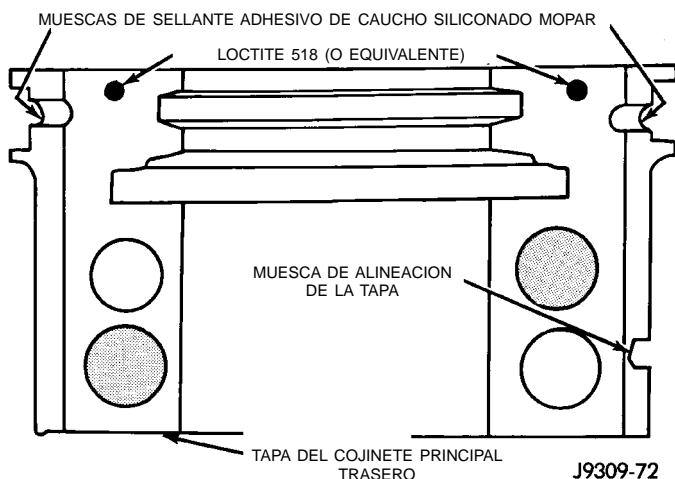
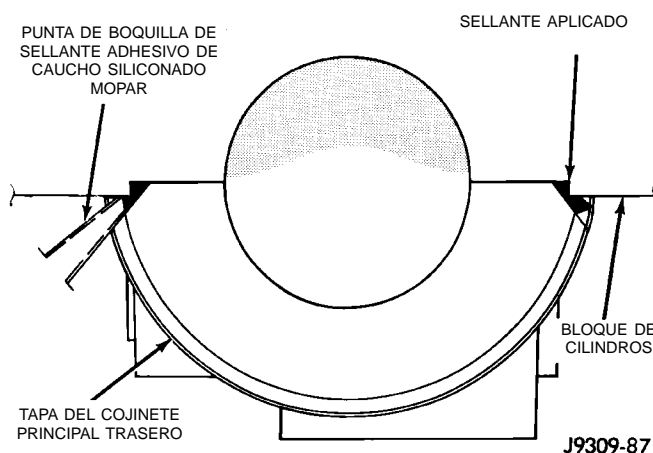

Fig. 45 Aplicación de sellante a la tapa del cojinete
Fig. 46 Aplicación de sellante en la unión de la tapa del cojinete y el bloque
(1) Limpie las superficie de contacto de la tapa trasera del bloque de cilindros. Asegúrese de que la acanaladura de la junta no tenga suciedad.
(2) Lubrique ligeramente los bordes de la junta superior nueva con aceite de motor.
(3) Instale la nueva junta de aceite de cojinete trasero superior con la pintura blanca orientada hacia la parte trasera del motor.
(4) Coloque el cigüeñal en el bloque de cilindros.
(5) Lubrique ligeramente los bordes de la junta inferior nueva con aceite de motor.
(6) Instale la nueva junta de aceite de cojinete trasero inferior en la tapa del cojinete con la pintura blanca orientada hacia la parte trasera del motor.
(7) Aplique una gota de 5 mm (0,20 pulg.) de Loctite 518, o su equivalente, a cada lado de la tapa del cojinete principal trasero (Fig. 45). NO aplique sellante en exceso y no permita que éste toque la junta de goma. Ensamble la tapa del cojinete en el bloque de cilindros, inmediatamente después de aplicar el sellante.
(10) Instale la bomba de aceite.
(11) Aplique sellante adhesivo de caucho siliconado Mopar, o su equivalente, en la unión de la tapa del cojinete para sellar la tapa al bloque y al colector de aceite (Fig. 46). Aplique suficiente sellante hasta que sobresalga una pequeña cantidad. Retire la boquilla y limpie el exceso de sellante en la acanaladura de la junta del colector de aceite.
(12) Instale una nueva junta de aceite delantera en el cigüeñal.
(13) Inmediatamente después, instale el colector de aceite.
(4) Instale la junta de aceite inferior del cojinete trasero nueva en la tapa del cojinete con la pintura blanca orientada hacia la parte trasera del motor.
(5) Aplique una gota de 5 mm (0,20 pulg.) de Loc-tite 518, o su equivalente, a cada lado de la tapa del cojinete principal trasero (Fig. 45). NO aplique sellante en exceso y no permita que éste toque la junta de goma. Ensamble la tapa del cojinete en el bloque de cilindros inmediatamente después de aplicar el sellante. Asegúrese de que la pintura esté orientada hacia la parte trasera del motor.
(6) Para alinear la tapa del cojinete, utilice la muesca de la tapa, el perno de alineación y los pernos de la tapa. NO retire el exceso de material después del ensamblaje. NO golpee la tapa trasera más de 2 veces para lograr un acoplamiento correcto.
(7) Instale la tapa del cojinete principal trasero con los pernos limpios y lubricados. Apriete de forma alterna TODOS los pernos de la tapa con una torsión de 115 N·m (85 lbs. pie).
(8) Instale la bomba de aceite.
(9) Aplique sellante adhesivo de caucho siliconado Mopar®, o equivalente, a la unión entre la tapa del cojinete y el bloque a fin de proporcionar sellado de la tapa al bloque y al colector de aceite (Fig. 46). Aplique suficiente sellante hasta que sobresalga una pequeña cantidad. Retire la boquilla y limpie el exceso de sellante en la acanaladura de la junta del colector de aceite.
(10) Inmediatamente después, instale el colector de aceite.
(1) Limpie las superficies de contacto de la tapa del cojinete principal trasero, incluida la acanaladura de la junta del colector de aceite.
(2) Instale cuidadosamente una junta superior nueva (consulte el procedimiento anterior de Reemplazo de junta superior - cigüeñal instalado).
(3) Lubrique ligeramente los bordes de la junta inferior nueva con aceite de motor.
(4) Instale una junta inferior nueva en la tapa del cojinete con la pintura blanca orientada hacia la parte trasera del motor.
(5) Aplique una gota de 5 mm (0,20 pulg.) de Loc-tite 518, o su equivalente, a cada lado de la tapa del cojinete principal trasero (Fig. 45). NO aplique sellante en exceso y no permita que éste toque la junta de caucho. Ensamble la tapa del cojinete en el bloque de cilindros inmediatamente después de aplicar el sellante.
(7) Instale la tapa de cojinete principal trasero con los pernos limpios y lubricados. Apriete de forma alterna los pernos de la tapa con una torsión de 115 N·m (85 lbs. pie).
(9) Aplique sellante adhesivo de caucho siliconado Mopar, o equivalente, a la unión de la tapa del cojinete y el bloque para el sellado de la tapa al bloque y al colector de aceite (Fig. 46). Aplique suficiente sellante hasta que sobresalga una pequeña cantidad. Retire la boquilla y limpie el exceso de sellante en la acanaladura de la junta del colector de aceite.